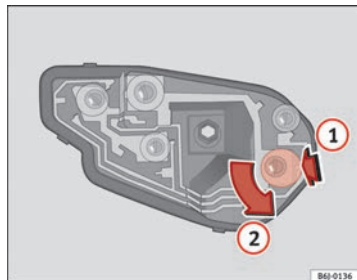

Abb. 164 Glühlampenersatz Rückleuchten
- Nach dem Abnehmen des Lampenträgers nach unten in Richtung des Pfeils (1) drücken und gleichzeitig in Richtung des Pfeils (2) ⇒ Abb. 164 drehen.